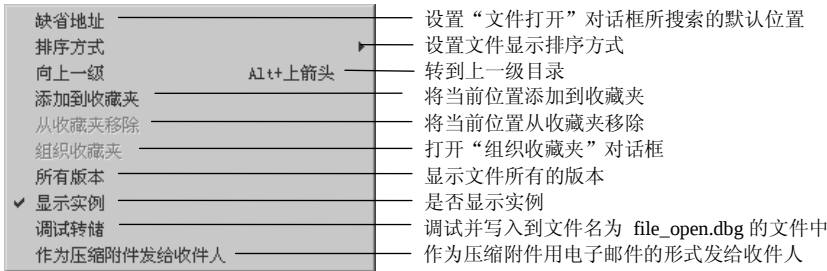

图 5.3.4 “工具”菜单
- 单击按钮，出现图 5.3.4 所示的选项菜单，可选取相应命令。